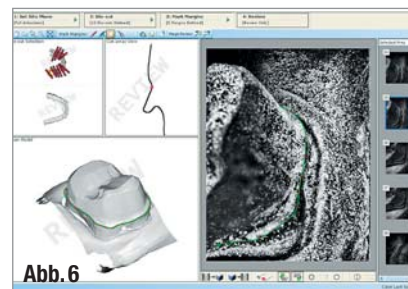
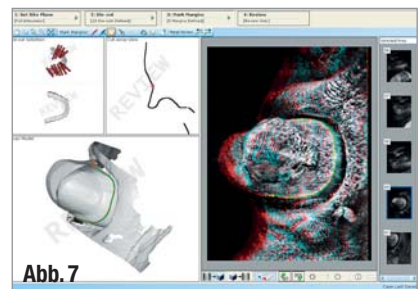

Abb. 6
Abb. 7
Modell wurde virtuell einartikuliert (Abb. 4). Danach legte der Zahntechniker die Position der Sägeschnitte (Abb. 5) sowie die Präparationsgrenzen fest. Um deren Verlauf exakt überprüfen zu können, bietet die Software sowohl eine 2-D- als auch eine 3-D-Ansicht (Abb. 6 und 7). Dreidimensional stellt sich das Modell allerdings nur bei Betrachtung mit einer Anaglyphenbrille (rot/grün) dar.
- ▲ Abb. 6: Festlegen der Präparationsgrenze in 2-D- ... ▲ Abb. 7: ... und in 3-D-Ansicht.